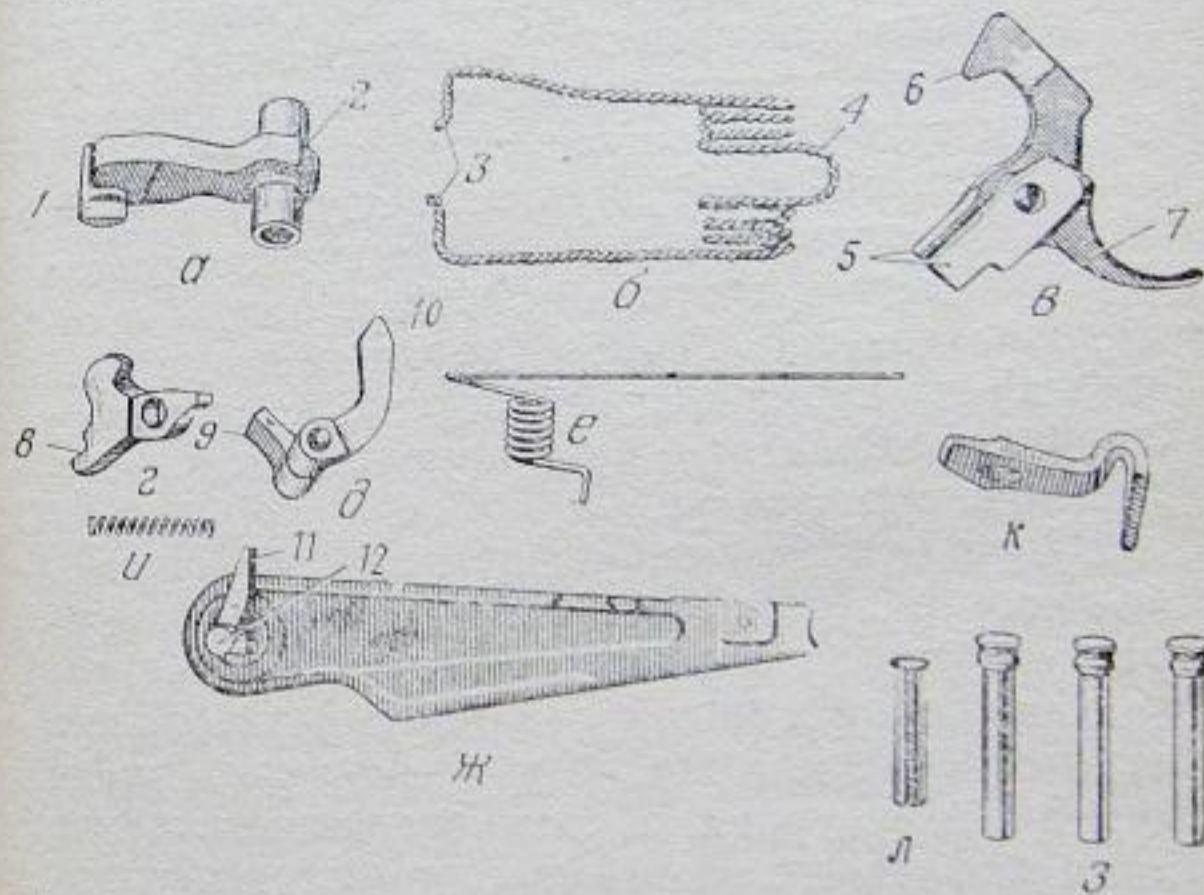

Рис. 32. Части ударно-спускового механизма:
19. Ударно-спусковой механизм (рис. 32) служит для спуска курка с боевого взвода или